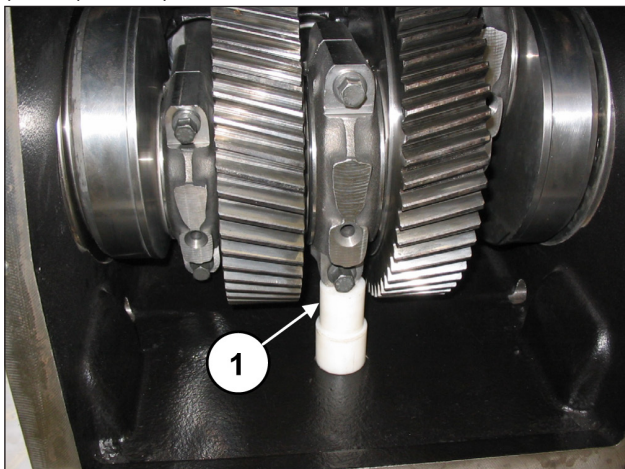

Abb. 84
Setzen Sie eine Passscheibe unter den Schaft der mittleren Pleuelstange, um die Drehung der Kurbelwelle zu kontern (Pos. ①, Abb. 84).